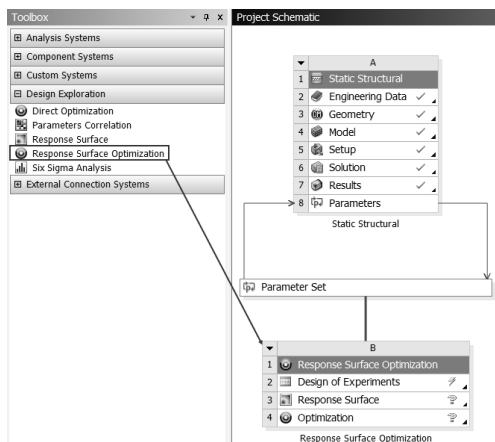

图 18-15 添加响应面
Step11：双击 Design Exploration Response Surface Optimization 选项，如图 18-15